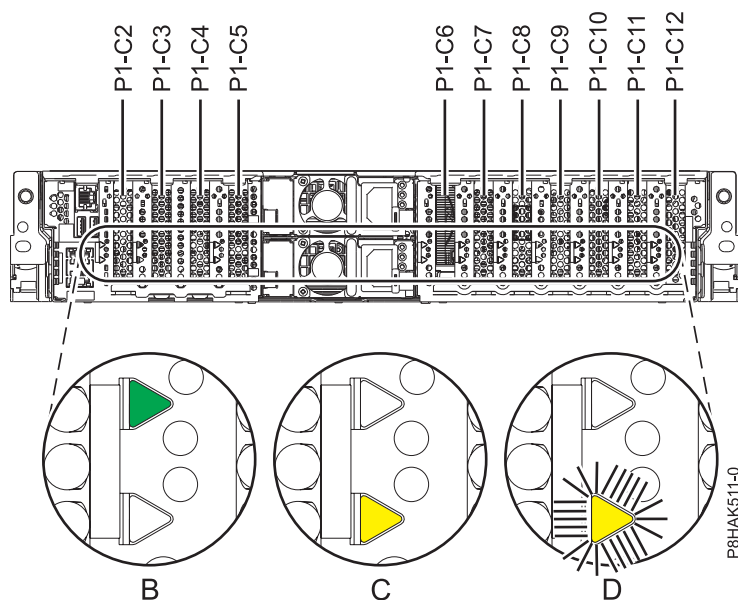

Figura 18. Ubicacions de les ranures d'adaptadors PCIe i ubicacions dels LED en un sistema 5148-21L, 5148-22L, 8247-21L, 8247-22L, 8284-21A, o 8284-22A
1. Familiaritzeu-vos amb les ubicacions de les ranures d'adaptadors PCI i els indicador de servei per a adaptadors PCI amb què vulgueu treballar. Els adaptadors PCIe s'instal•len a la part posterior del sistema. A la Figura 18 mostra les ubicacions dels adaptadors PCIe en un sistema 5148-21L, 5148-22L, 8247-21L, 8247-22L, 8284-21A, o 8284-22A així com les ubicacions dels llums amb díode (LED) de l'adaptador PCIe.